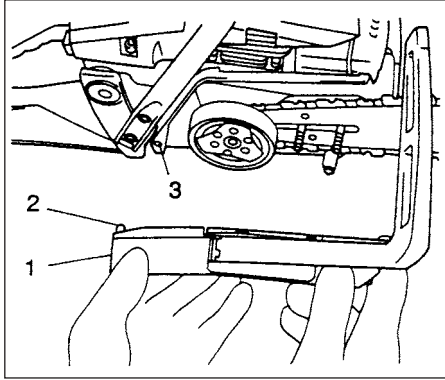
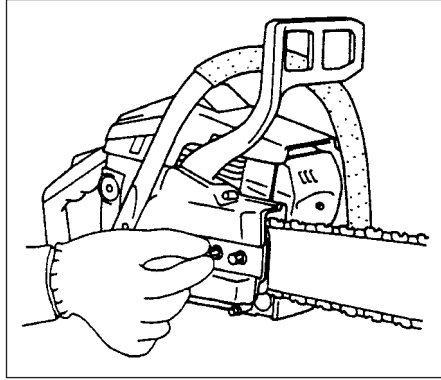

Fig.1-3
Fig.1-3B
4. Instale o revestimento lateral (1) nos pernos de aperto da barra- guia enquanto estiver a inserir o pino de posicionamento (2) no furo de posicionamento (3) do aparelho. (Fig. 1-3) A seguir, aperte as porcas de aperto com a mão. (Fig. 1-3B)
5. Levante a ponta da barra e estique a corrente (1), girando para isso o parafuso de ajuste (2) em sentido dos ponteiros do relógio. Para controlar se a tensão está correcta, levante ligeiramente o centro da corrente: Deve existir uma folga de aprox. 0,5 a 1,0 mm entre a barra e o bordo de um elo de corrente (3).